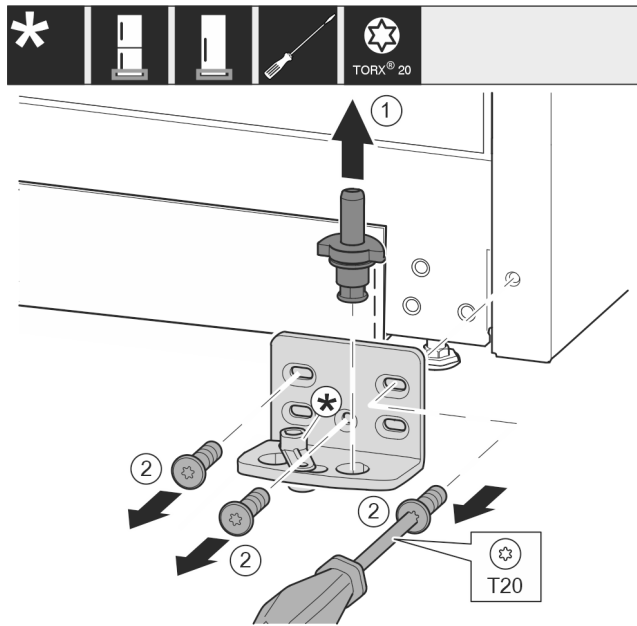

Fig. 11
- ▶ Ložiskový čep Fig. 11 (1) celý vytáhněte nahoru.
- ▶ Šroubovákem vyšroubujte šrouby Fig. 11 (2) a sejměte stojan ložiska.